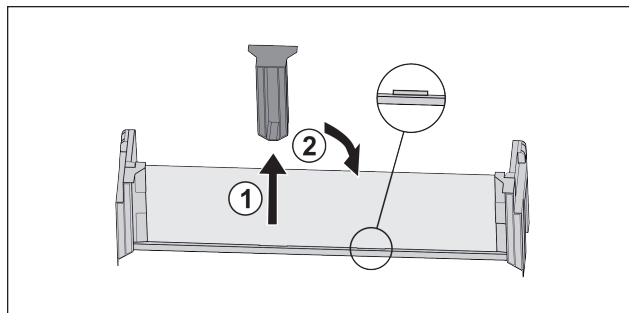

Fig. 83 \*
- ▶ Desprindeți piesa de susținere intermediară Fig. 83 (1).\*
- ▶ Introduceți piesa de susținere intermediară la a doua poziție Fig. 83 (2).\*